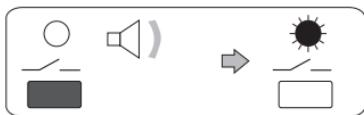
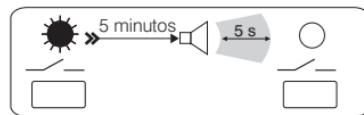

Fig. 3
Fig. 4
- Mantener presionada la **tecla "—"** hasta oír una breve señal acústica y soltarla; el mando está activado y el **LED** permanece encendido (fig. 3). Al cabo de **5 minutos** una señal acústica continua de **5 segundos** indica que el mando se está por desactivar (fig. 4). Si se desea mantenerlo activo hay que volver a presionar la **tecla "—"** antes del fin de la señal.